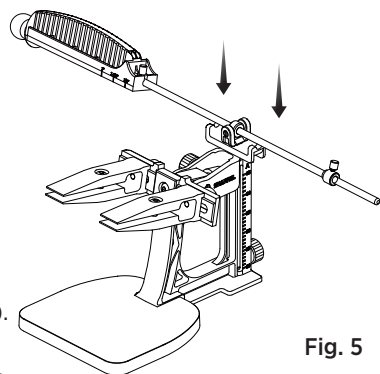

Fig. 5
5. Coloque la barra guía de afilado en la ranura de estacionamiento en la barra de soporte (Ver Fig. 5).